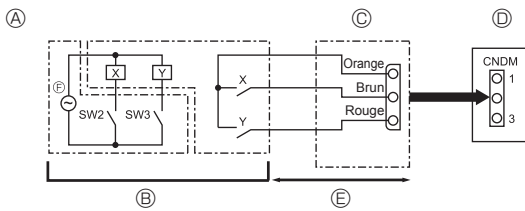

Fig. 9-2
9.2. Fonctions spéciales (modification sur site) (Fig. 9-2) (pour climatiseurs uniquement)